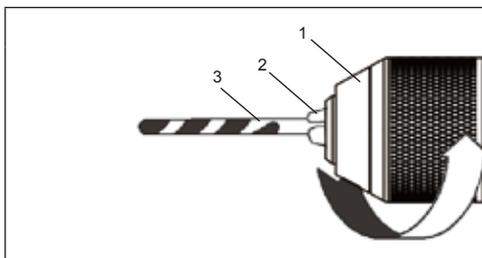

FIG. 10
1. Pour ouvrir le mandrin sans clé de la perceuse, saisissez et retenez le mandrin (1) d'une main (Fig. 10), tournez-le dans le sens antihoraire pour l'ouvrir jusqu'à ce que les mâchoires du mandrin (2) s'ouvrent suffisamment largement pour accepter le foret (3).